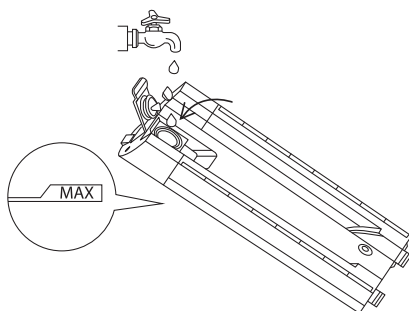

**Рис. 3**
- Подключите кабель питания к электросети и установите пылесос на док-станцию. На дисплее появится значение заряда аккумулятора (Рис. 3).